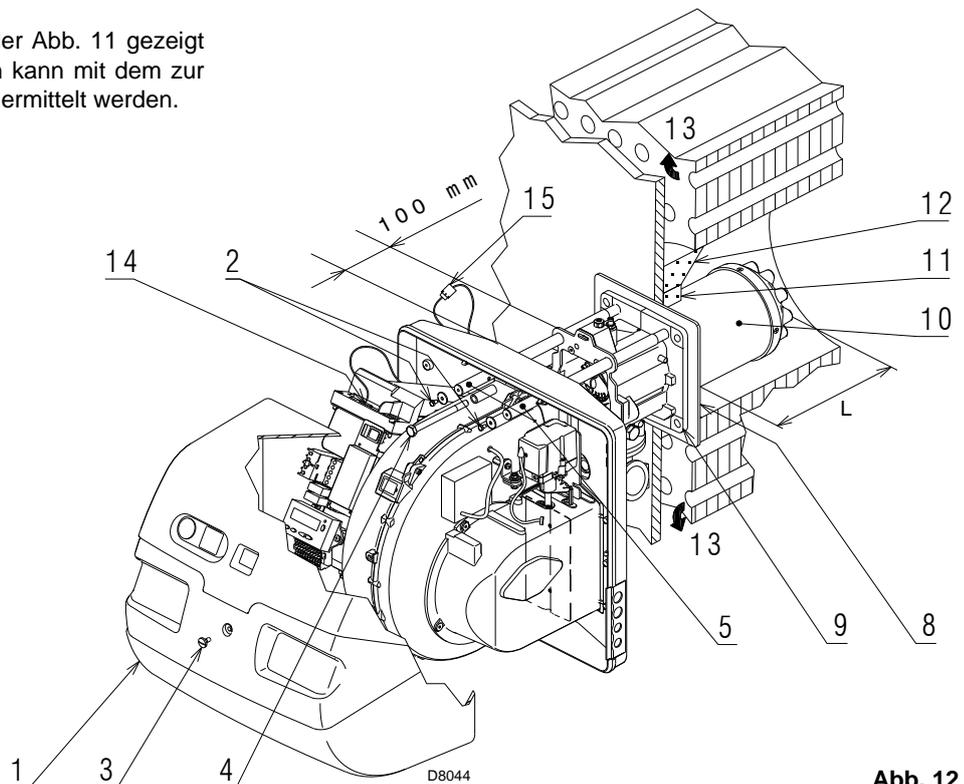

Abb. 12
Stellen Sie bei Kesseln mit vorderem Rauchumlauf 13) eine Schutzvorrichtung aus hitzebeständigem Material 11) zwischen dem als Hitzeschutz zwischen Kessel 12) und Flammrohr 10) aus. Diese Schutzschicht muss so angelegt sein, dass das Flammrohr ausbaubar ist. Siehe Abb. 12.
Dann den Flammkopf vom übrigen Brenner trennen, Abb. 12.
Den Flansch 9)(Abb. 12) an der Heizkesselplatte befestigen und die mitgelieferte Isolierdichtung 8) (Abb. 12) einfügen.
- den Brenner auf den Führungen 3) etwa 100 mm von Muffe 4) - Brenner in der in Abb. 12 gezeigten Position montieren;
- den Stecker des Stellmotors 14)(Abb. 12) anschließen und die Kabeldurchführung 15)(Abb. 12) anschrauben;